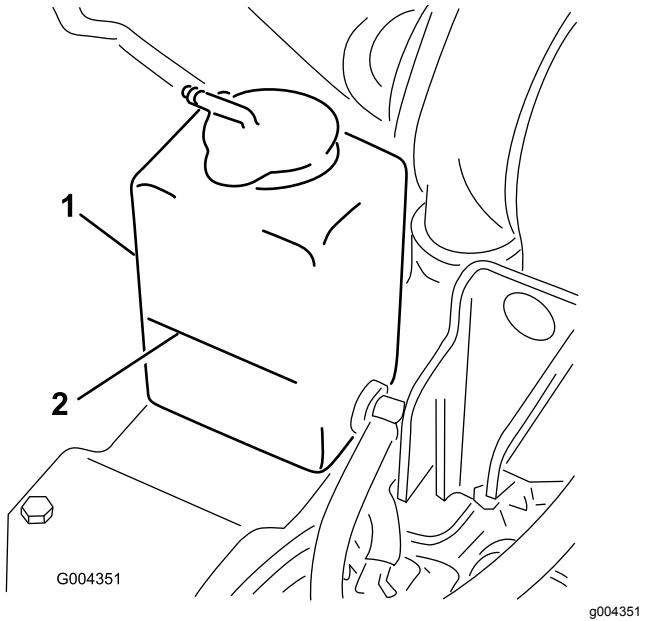

Bild 50
3. Prüfen Sie den Kühlmittelstand im Ausdehnungsgefäß (Bild 50).
- Füllen Sie Kühlmittel in das Ausdehnungsgefäß, bis der Stand an die Voll-Markierung an der Seite des Behälters liegt (Bild 50).